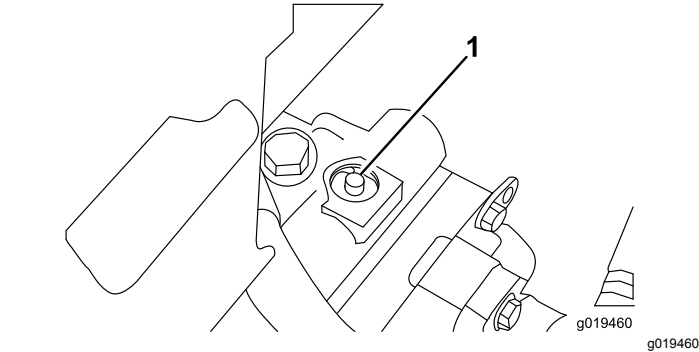

Figura 34
1. La valvola di bypass si trova sopra la pompa a portata variabile (Figura 34). Girate la valvola di 90° in qualsiasi direzione per aprirla e consentire all'olio di bypassare internamente.